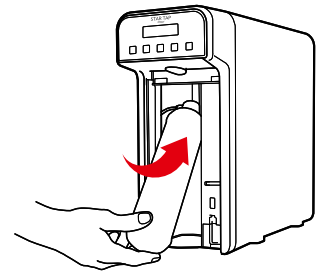

Fig. 7-14
30.42 - Inserire la bombola del gas CO₂ con il riduttore montato e regolato come descritto al punto 30.39 nel vano interno dell'apparecchio, vedi Fig. 7-14.